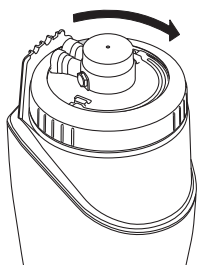

Рис. 49
21. **Накрутите шайбу до упора.** Под шайбой не должно быть видно резьбы. Если резьбу видно, значит держатель не опустился до упора (рис. 49).